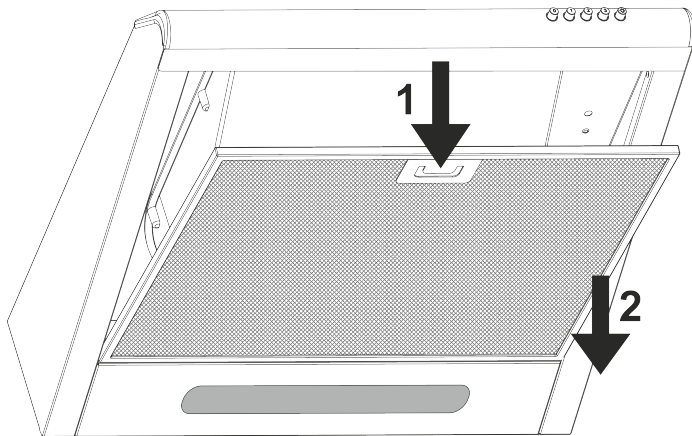
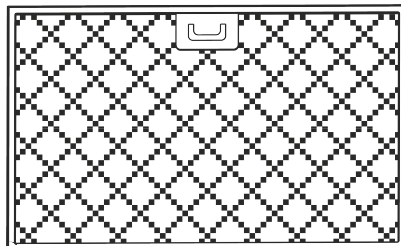

Рис. 8
Рис. 10
Для зняття алюмінієвого фільтра (рис.8) слід натиснути на пружинну **засувку 1** на фільтрі і **потягнувши на себе вниз 2**, зняти його. Установка фільтра виконується у зворотному порядку.
- зняти алюмінієвий фільтр **1** (рис.8), формат фільтрів показано на (рис.10);